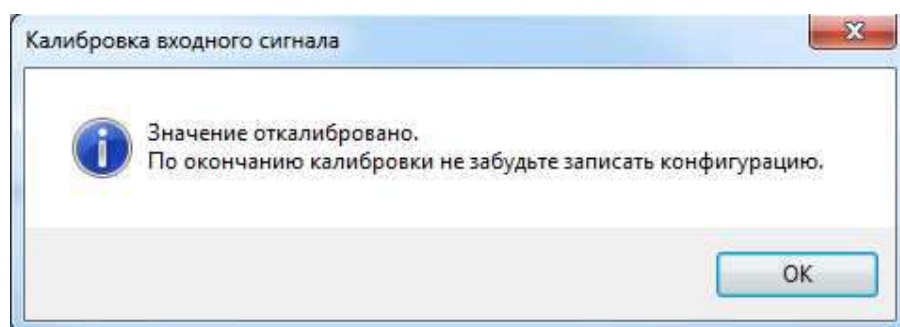

Рисунок 9 - Информационное окно
- дождаться информационного окна об успешной калибровке сигнала (рисунок 9).